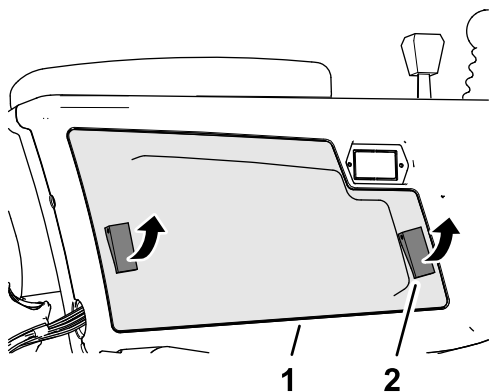

Рисунок 98
2. Откройте 2 защелки, которые крепят крышку рычага управления к рычагу управления, и снимите крышку (Рисунок 98).